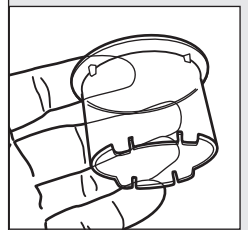

FIGURA 2
- *El tapón de llenado transparente ha sido diseñado para ayudarle a ajustar y soltar el conjunto de cuchillas de ser necesario.* FIGURA 2